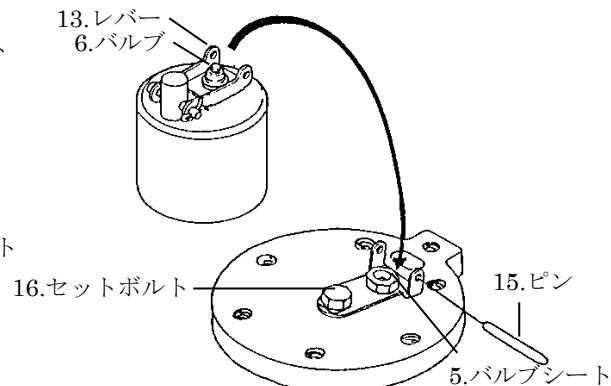

図5
- 4) ピン(15)を外すと、バルブ(6)、バルブホルダー(7)、ピン(8)、バケット(9)、アイボルト(10)、レバー(13)が一体でカバー(2)から取外せます。(図5参照)